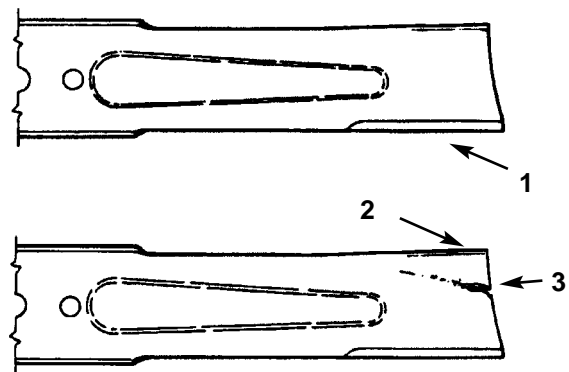

Fig. 34
- Verificate il tagliente (Fig. 34). Se è smussato o scheggiato, togliete la lama e riaffilatela; vedi *Affilatura della lama*.
- Verificate ogni lama, particolarmente la sezione curva (Fig. 34). Se notate danni, usura o schegge (Fig. 34), montate immediatamente una nuova lama.